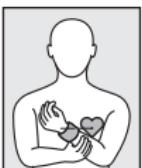

Рис.6
2. Расположите манжету на уровне сердца, слегка прижимая левую руку к груди (рис.6).